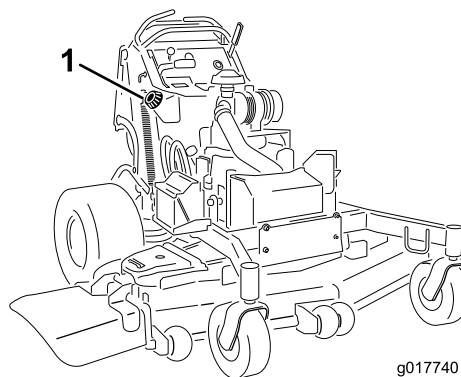

Figure 49
3. Nettoyez la surface autour du bouchon du réservoir de carburant pour éviter que des débris ne tombent à l'intérieur du réservoir (Figure 49).
6. À l'aide du siphon, vidangez le carburant dans un bidon propre (Figure 49).